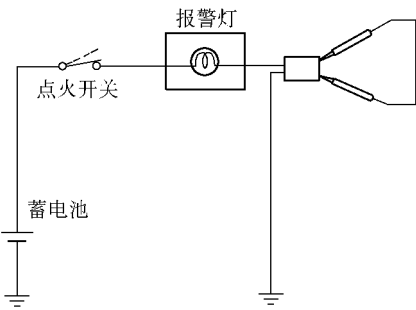

图 18-142 从报警开关脱开接插件
(1) 检查报警灯。从报警开关脱开接插件，并将配线侧接插件的端子接地，将点火开关置于 ON 位置，如图 18-142 所示。检查报警灯是否点亮。